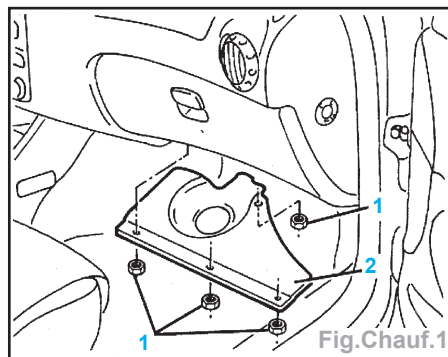

Fig.Chauf.1
- Déposer le revêtement D. du dessous de tableau de bord (Fig.Chauf.1).